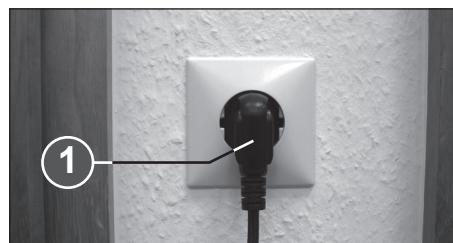

fig. 2
- Relier le cordon d'alimentation à la fiche d'alimentation électrique de la machine et branchez sur la prise secteur (1) (fig. 2) (voir les indications concernant le fusible auxiliaire requis pour la prise secteur dans les « CARACTÉRISTIQUES TECHNIQUES »).